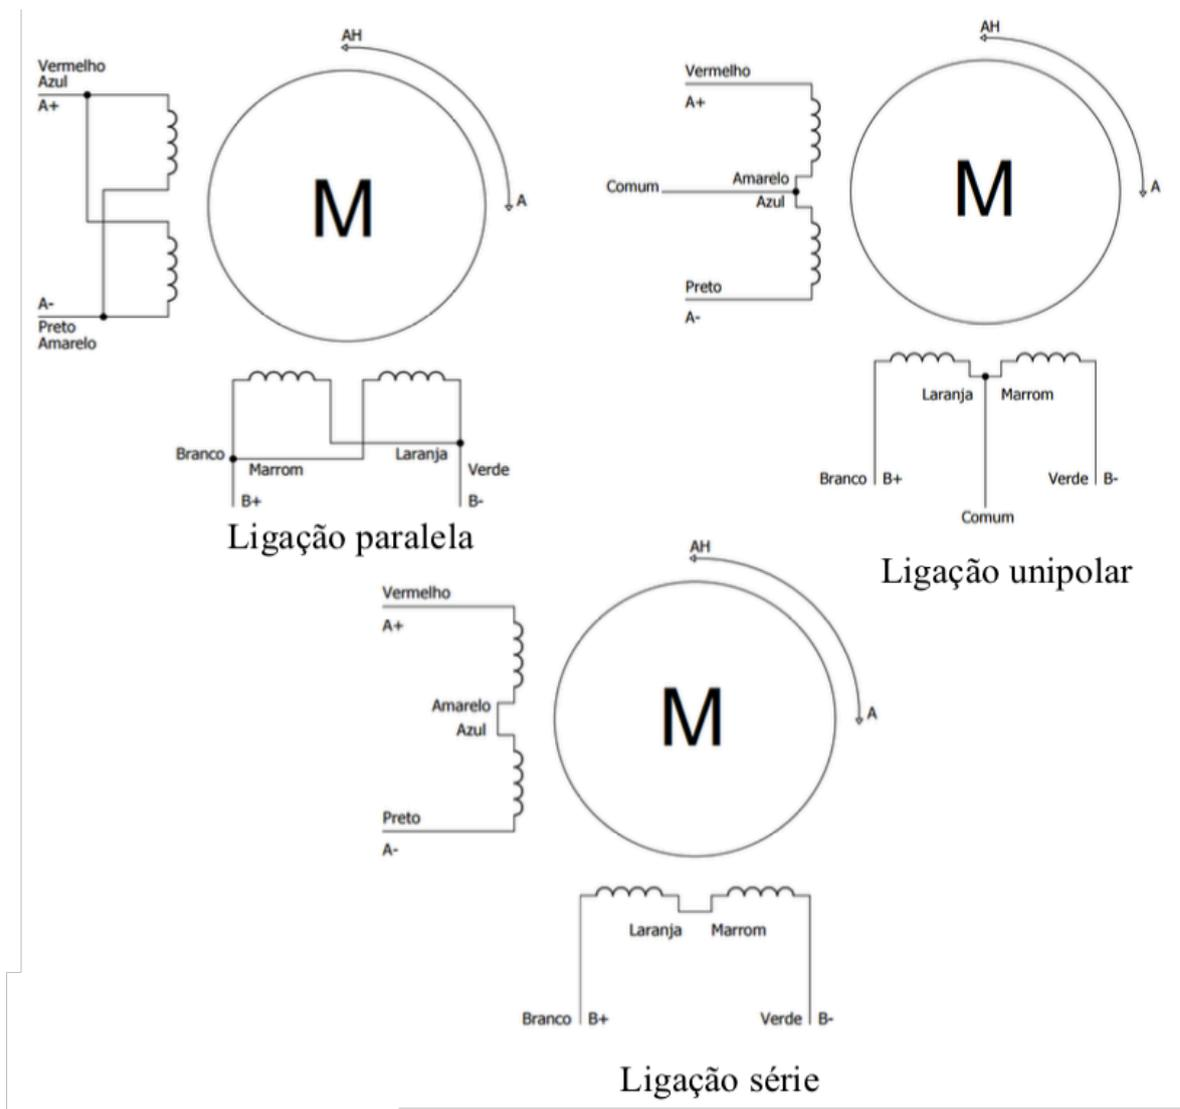

Figura 22 – Diferentes ligações de um motor de passo.
Um exemplo de motor que permite conexão unipolar e bipolar é mostrado na Figura 22. As possibilidades de conexões dependerão da quantidade de terminais de conexão do motor, tendo-se então:
- 8 terminais – Os motores de 8 fios podem ser ligados em todos os tipos de conexões mostradas na Figura 22, que são bipolar série, bipolar paralela e unipolar.